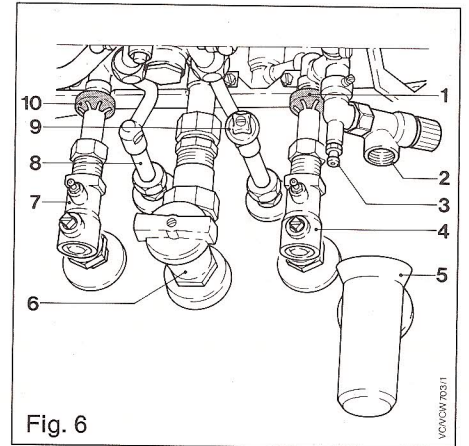

Fig. 6
a) Levare il coperchio della morsettieria (1) dopo aver svitato la vite di fissaggio (2).
b) Fare il collegamento elettrico alla morsettieria (3) e necessariamente alla vite di messa a terra (4) secondo lo schema sottostante fig. 6.